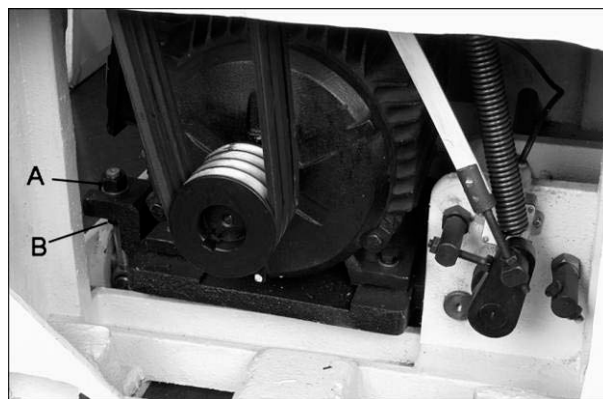

Рис.34
3. Ослабьте верхнюю гайку (А, Рис.34). Поместите под площадку двигателя деревянный брусок. Используя брусок в качестве рычага, приподнимите двигатель, при этом ослабнет натяжение ремней.
6. Натяните ремни, ослабляя нижнюю гайку (В, Рис.34) и затягивая верхнюю гайку (А, Рис.34). Натяжение ремней должно быть таким, чтобы от легкого давления пальцем в середине ремня, прогиб составлял примерно 20 мм.
| Рис.34     | ремни                               | проверить, подтянуть при необходимости |                           | периодически   |